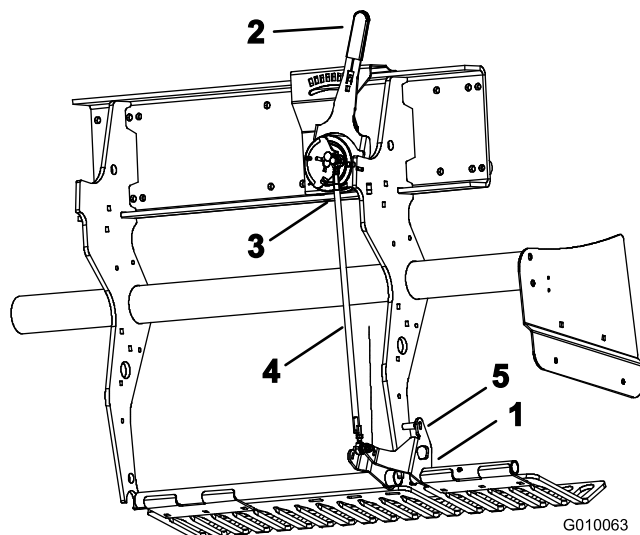

Figura 58
1. Gire el soporte de montaje izquierdo del protector de césped (Figura 58) hacia arriba hasta que pueda introducir un pasador (broca o tornillo de caperuza de 5/16) entre el soporte y el tubo de ajuste de profundidad soldado al bastidor.
2. Mueva la palanca de profundidad de aireación (Figura 58) al ajuste H (mayor profundidad).
3. Desconecte el interruptor de bola externo (Figura 58) del arnés de cables (interruptor de cabezal bajado).
4. Afloje las contratueras (izquierda y derecha) del tirante de ajuste de profundidad (Figura 58).